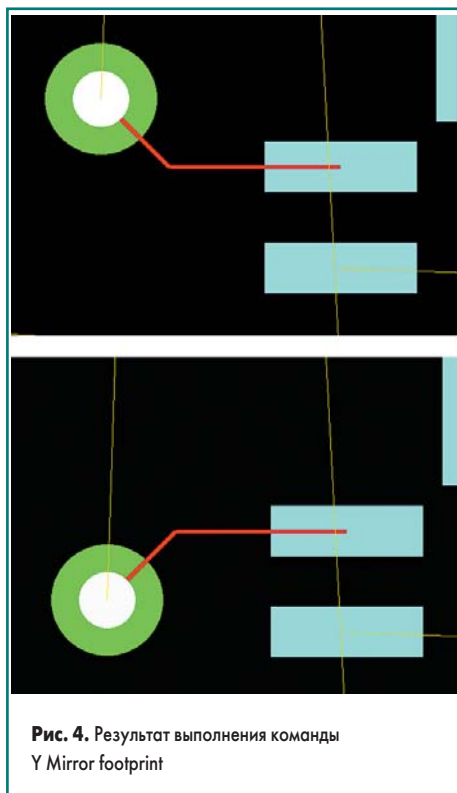

Рис. 4. Результат выполнения команды Y Mirror footprint
- Y Mirror footprint — зеркальное отображение стрингера по оси Y. Команда выполняет зеркальное отображение ранее нарисованного стрингера относительно горизонтальной оси (рис. 4).